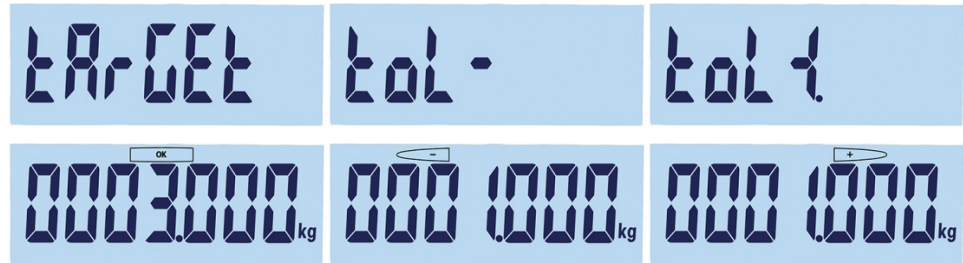

Figure 2-12 : Affichage des cibles et des tolérances : Cible (à gauche), basse (au centre) haute (à droite)
- b. Sinon, le terminal affichera « Cible » pendant 1 seconde et ensuite affichera le poids zéro (Figure 2-12). Sélectionnez un chiffre à modifier en utilisant **F1** pour un déplacement vers la gauche et **F2** pour un déplacement vers la droite. Une fois que le chiffre requis est sélectionné et clignote, sa valeur peut être ajustée en utilisant les touches  et .
l'exemple présenté en Figure 2-12, la cible a été définie sur 3 kg. Appuyez sur  pour accepter cette valeur courante en tant que cible et passer à l'écran suivant « Tolérance - ».
3.  apparaît en partie supérieure gauche de l'affichage. Définissez la valeur à l'aide des touches de direction conformément aux indications de l'étape 2.b ci-dessus. Dans cet exemple (Figure 2-12 au centre), la tolérance basse est définie sur 1 kg. Appuyez sur  pour passer à l'écran suivant « Tolérance + ».
4.  apparaît en partie supérieure de l'écran. Définissez la valeur à l'aide des touches de direction, conformément aux indications de l'étape 2.b ci-dessus. Ici (Figure 2-12, à droite), la tolérance haute est définie sur 1 kg.